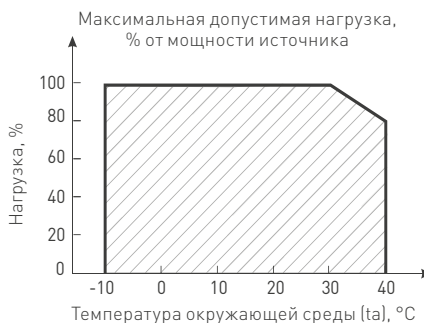

Рис. 2
- 4.3. Не нагружайте источник питания более 80% от его максимальной мощности. Учитывайте, что с повышением температуры окружающей среды, максимальная мощность источника питания снижается, см. график зависимости на Рис. 2.